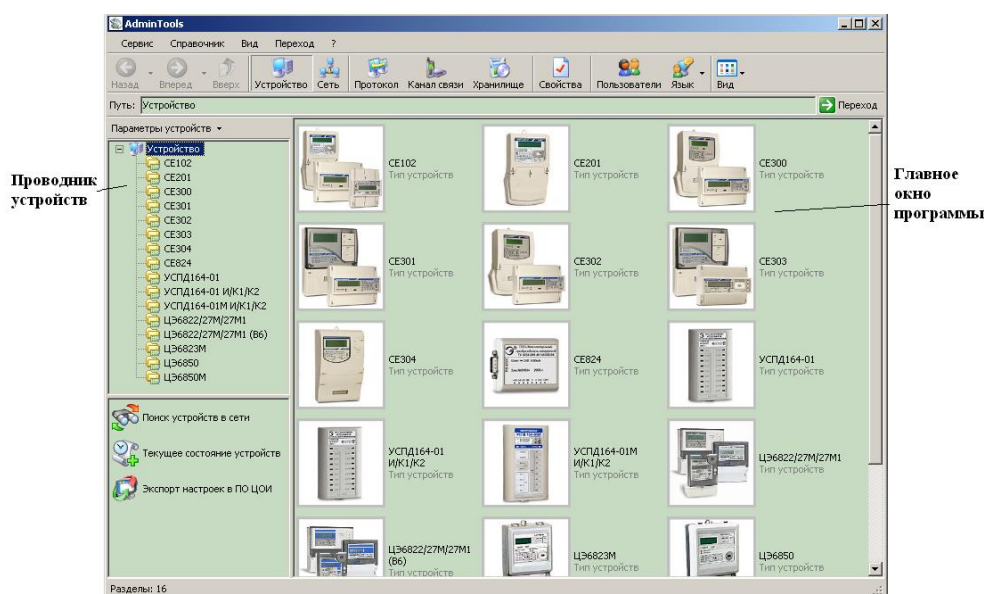

Рисунок 6.1 – Вид окна программы для выбора типа счётчика
6.1 Нажать кнопку «Устройство» на панели инструментов. Выбрать тип устройства «СЕ303» («СЕ301») в проводнике устройств, находящемся в левом верхнем углу, одним нажатием левой кнопки мыши или в главном окне программы двойным нажатием кнопки мыши (рисунок 6.1).